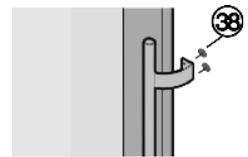

Fig. 36
- ▶ Retirer la poignée de son emballage et la monter sur la face intérieure de la porte avec 4 vis Fig. 36 (38).